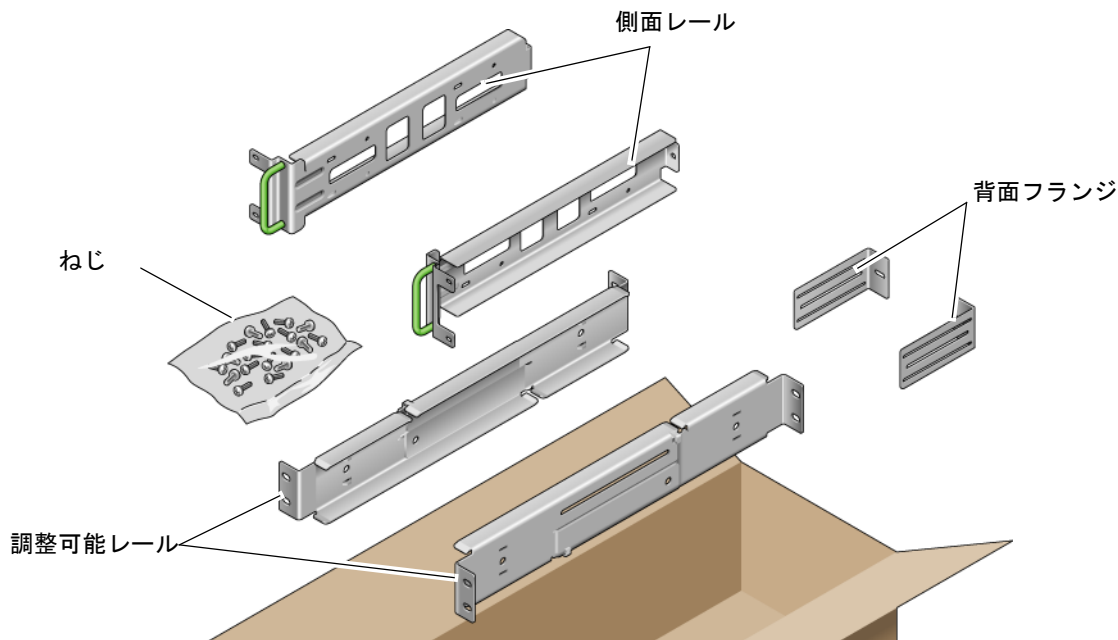

図 3-14 600 mm 4 ポストのハードマウントキットの内容
1. ラックキットから調整可能レールを取り出します (図 3-14)。
7. ラックキットから背面フランジを取り出します (図 3-14)。
9. ラックキットから側面レールを取り出します (図 3-14)。